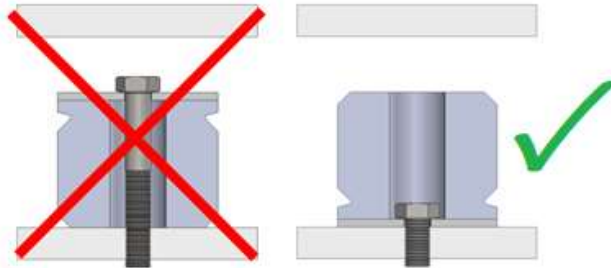

Bild 9: Befestigungselement zur Aufspannfläche hin montieren
4.7.1 Der Puffer wird mit dem Befestigungselement zur Aufspannplatte hin montiert (Bild 9).